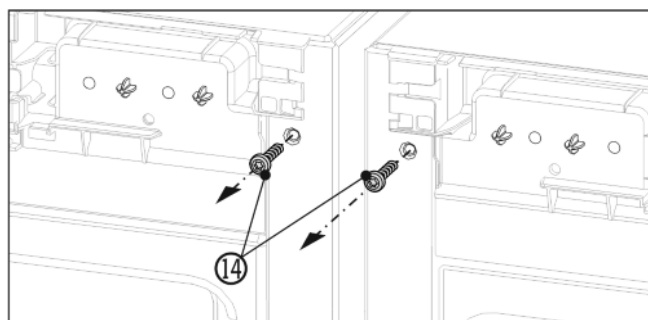

Fig. 6
- ▶ 安装上方角前，先旋出两个地脚螺栓 Fig. 6 (14)。